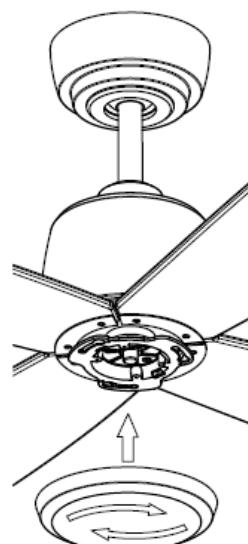

Fig. 9
- Fissare la copertura inferiore sull'asse del motore ruotandolo in senso orario. Fig. 9.